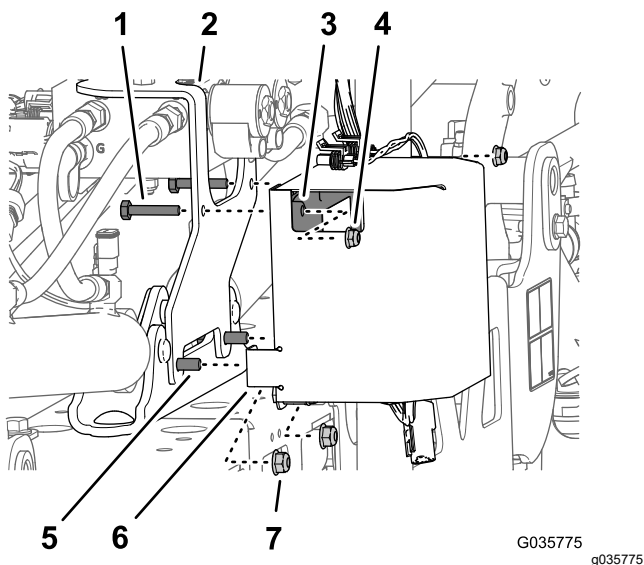

Figura 29
3. Retire las 2 contratuercas con arandela prensada ($\frac{5}{16}$ ") que fijan el soporte de montaje del kit de acabado de brazo Ultra Sonic Boom del bastidor del cilindro (Figura 29).
- Monte la cubierta del controlador (Figura 29) sobre el perno con arandela prensada ($\frac{5}{16}$ " x 1") en los taladros delanteros inferiores de la cubierta y fije provisionalmente la cubierta, el soporte y el bastidor con las 2 contratuercas con arandela prensada ($\frac{5}{16}$ ") que retiró en 3.
- Monte los 2 pernos ($\frac{1}{4}$ " x $1\frac{1}{8}$ ") a través de los taladros superiores en el soporte de montaje (kit de acabado de brazo Ultra Sonic Boom), la brida trasera (cubierta del controlador) y el controlador (Figura 29) con las 2 contratuercas con arandela prensada ($\frac{1}{4}$ ").